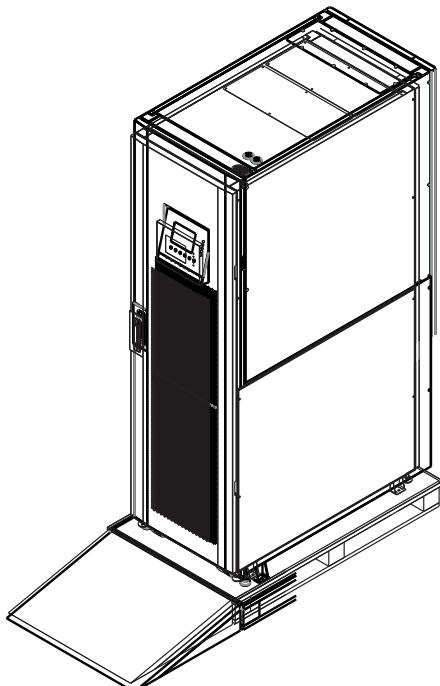

Figure 4.3
- Placer la rampe livrée dans la boîte d'emballage devant l'armoire de l'onduleur et aligner le trou dans la rampe avec le montant en métal sur la palette puis verrouiller en place (Figure 4.3).